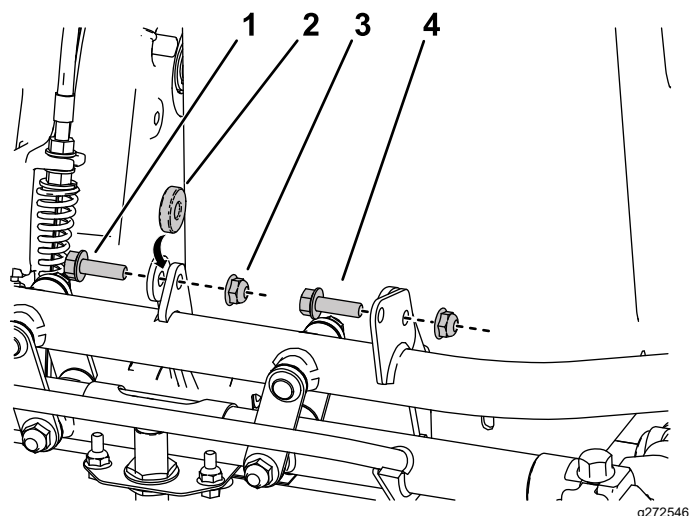

Figura 10
1. Allineate la parte anteriore della nuova batteria sul telaio e montate la bulloneria come illustrato nella Figura 10.